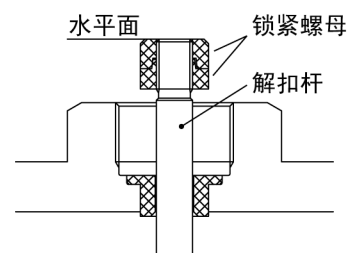

Fig.14
- *解扣杆的螺母松动 (Fig.14)
- 5) 拆解之前，确保左右吸入阀之间的间隙一致。(工厂装配时的间隙约为 2mm。) 检查固定导管衬套的四个螺栓是否松动。这些螺栓松动可能引发故障。(Fig.13 和 Fig.14)
- 10) 装配解扣杆和锁紧螺母，使杆的顶部与螺母的顶部齐平。(Fig.14) (拆解活塞组件、O-形环和 U 形密封垫)